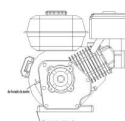

Рис. 32
2. Открутите крышку заливной горловины от трубки заливной горловины и протрите щуп (Рис. 32).